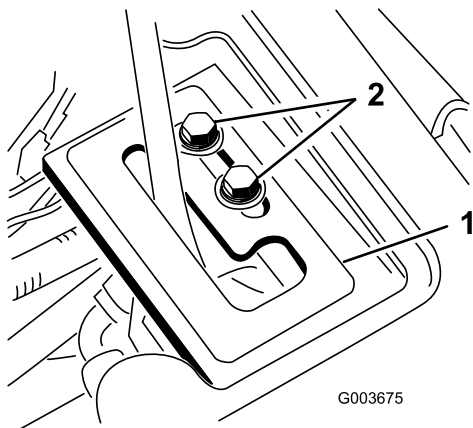

Figura 25
1. Insira a placa de guia da alavanca por cima da alavanca de elevação e prenda-a, sem apertar totalmente, à estrutura com 2 parafusos de cabeça flangeada e anilhas (Figura 25).
7. Com o motor a trabalhar e a alavanca de elevação na posição **Float** (suspensa), faça deslizar a placa de guia da alavanca até o cilindro esquerdo poder ser estendido e retraído à mão (Figura 25).
8. Aperte ambos os parafusos de montagem da placa de guia da alavanca para fixar o ajuste (Figura 25).